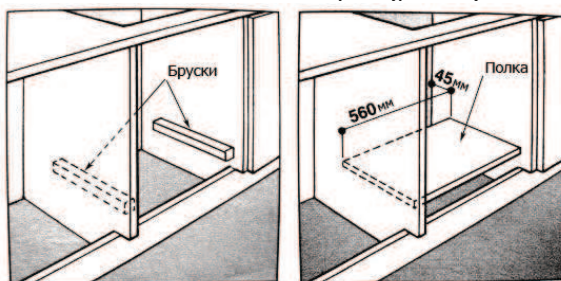
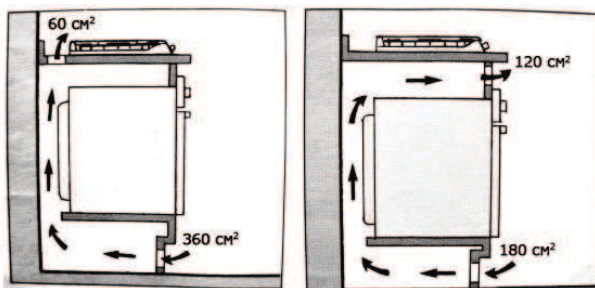

Рис. 8. Варианты подставки под духовку
Рис. 9. Устройство вентиляции шкафа
9. **ВАЖНО:** при установке варочной панели над встроенной духовкой, духовка должна быть установлена на подставку – например, на бруски или на полку. При этом в задней части подставки требуется оставить свободное пространство размерами не менее 45×560 мм (рис. 8) для обеспечения достаточной вентиляции внутреннего пространства шкафа. С этой же целью необходимо предусмотреть отверстия для входа и выхода воздуха (рис. 9).